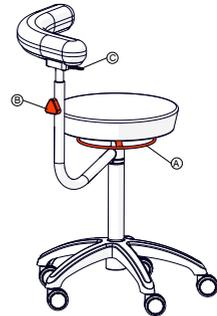

Fig.19
- Mueva el aro **A** (Fig.19) hacia arriba.
- Mueva la palanca **C** (Fig.19) y gire el brazo soporte.